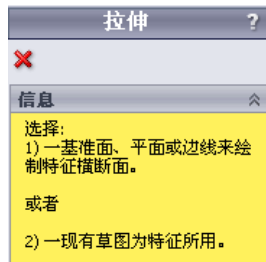

图 3.1.22 “拉伸”对话框
Step1. 选择命令。选择下拉菜单 **插入(I)** → **凸台/基体(B)** → **拉伸(E)...** 命令 (或单击“特征(F)”工具栏中的  命令按钮), 系统弹出图 3.1.22 所示的“拉伸”对话框。